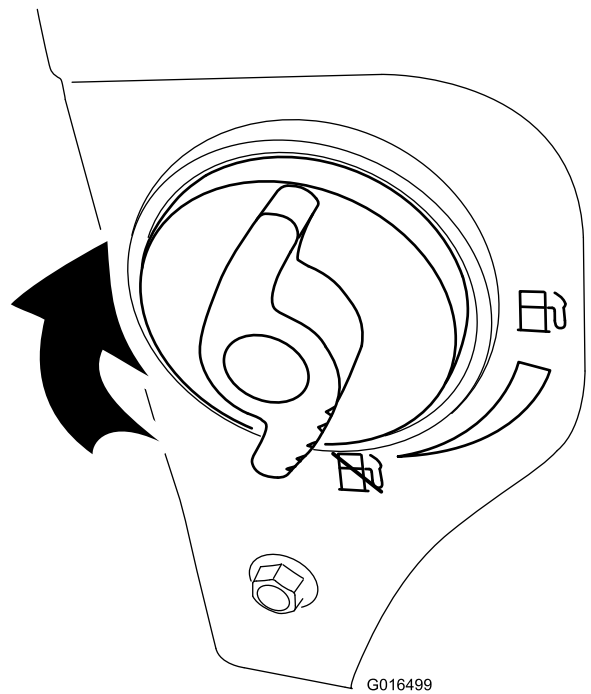

Bild 33
4. Schließen Sie den Kraftstoffhahn durch Drehen nach rechts (Bild 33).